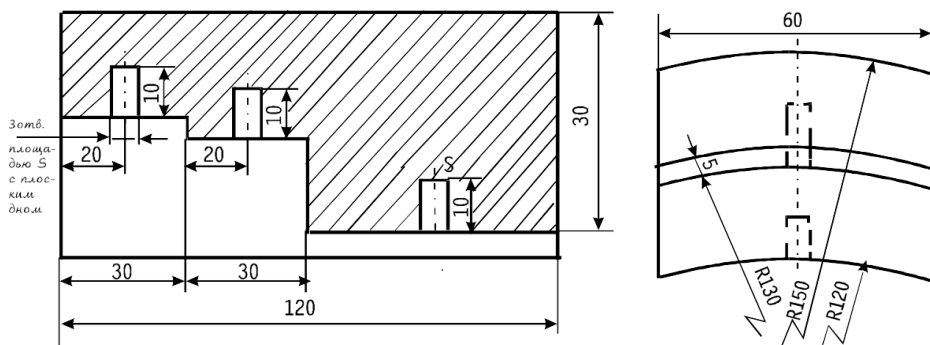
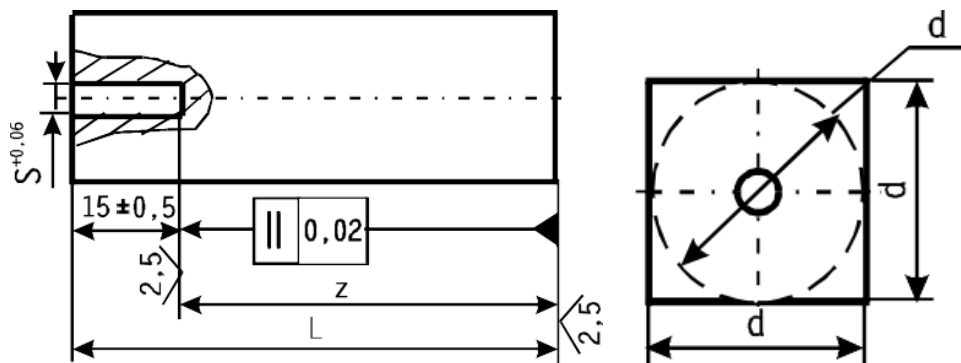

Рисунок 3.9 - СОП для УЗК поковки
Рисунок 3.10 – СОП с одним отверстием
3.5.4 Кривую ВРЧ строят по точкам – вершинам импульсов эхосигналов. Поэтому для построения кривой необходим набор образцов (СОПов) с одинаковыми отражателями на разных глубинах: от минимальной до максимальной. Количество таких образцов зависит от диапазона контролируемых глубин, влияния ближней зоны ПЭП, наличия затухания в изделии и др., но в любом случае это число не может быть меньше трех. Чертежи СОПов обычно имеются в методиках на конкретные типы изделий. На рис. 3.9 приведен пример СОПа для УЗК поковки, где три отверстия находятся на одном образце. Иногда бывает удобным использовать ряд однотипных СОПов (рис. 3.10) с одним отверстием, глубина расположения которых задается согласно табл. 3.1 (ОСТ 108.958.03-96).